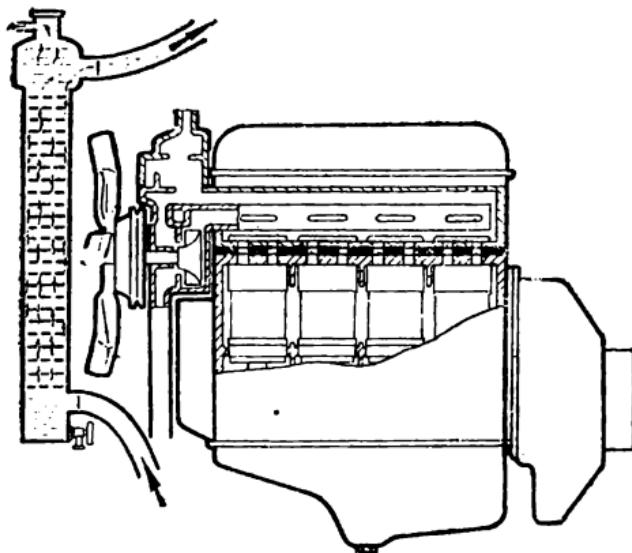

Рис. 48. Промывка радиатора
- Промойте радиатор струей горячей воды в направлении, обратном циркуляции воды в двигателе, в течение 30 ... 40 мин под напором 0,5 кгс/см² (рис. 48).